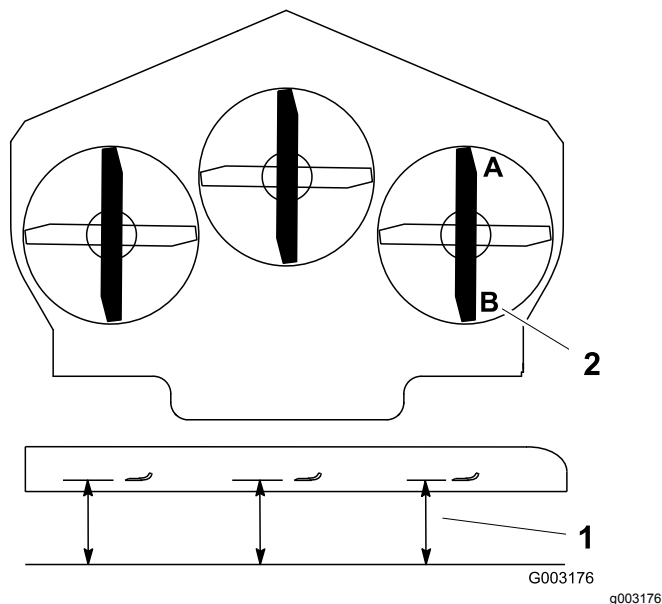

Figura 76
1. Disponete la lama destra in posizione longitudinale rispetto alla macchina (**Figura 76**).
2. Misurate la lama destra al punto **A** da una superficie piana fino al tagliente della punta della lama (**Figura 76**).
4. Misurate la lama destra al punto **B** da una superficie piana fino al tagliente della punta della lama (Figura 76).
6. La lama del tosaerba deve essere da 6 a 10 mm più bassa al punto **A** rispetto al punto **B** (Figura 76). In caso contrario eseguite la seguente operazione.